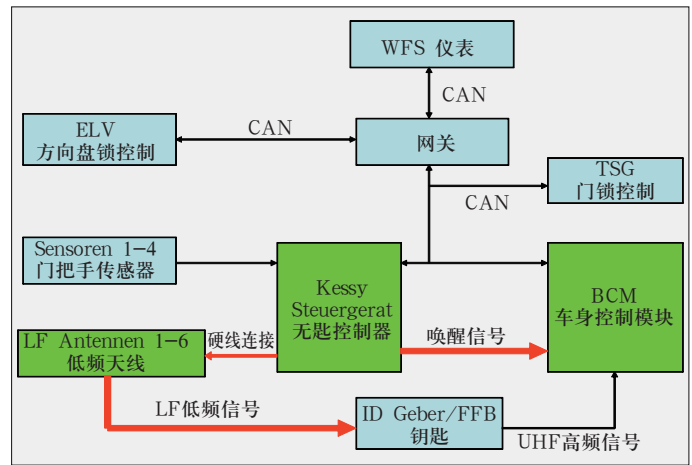

图5 控制器唤醒控制模块示意图
2. Kessy控制器通过其所控制的低频天线发送低频信号给钥匙, 同时唤醒车身控制模块BCM(见图5)。